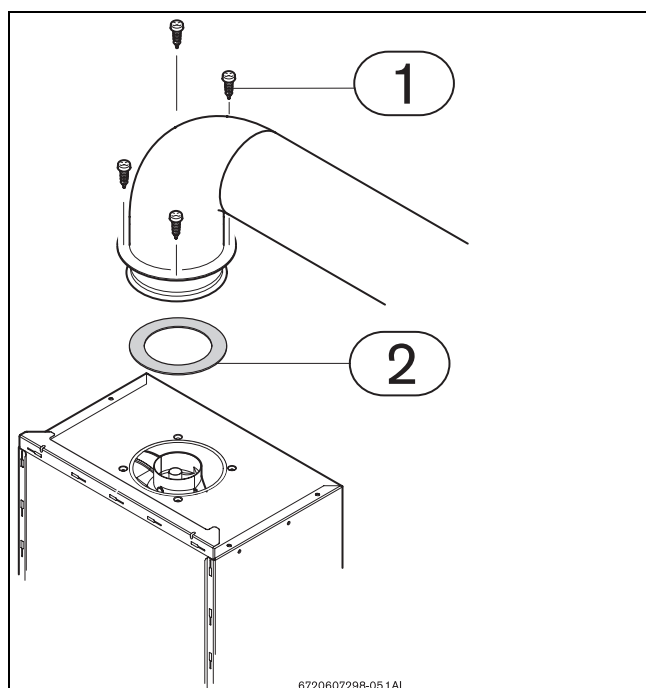

Fig. 10 Diaphragme
Les diaphragmes utilisés doivent toujours être appropriés à l'installation, de façon à garantir un rendement et une combustion optimale. Se reporter à la Fig. 10 pour l'installation et aux tabela 7 , 8 et 9 pour le choix du diaphragme.
- ▶ Démonter les vis de fixation (Fig. 10, rep. 1).
- ▶ Positionner le diaphragme (Fig. 10, rep. 2) entre l'adaptateur et l'appareil.
- ▶ Fixer à nouveau l'adaptateur à l'appareil au moyen des 4 vis (Fig. 10, rep. 1).